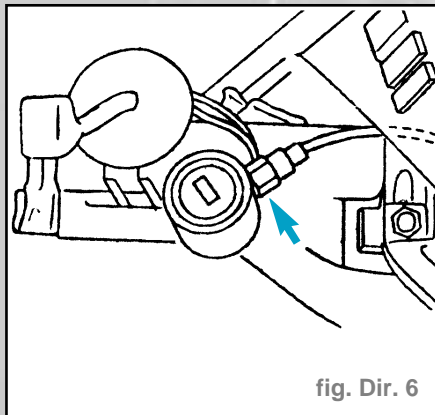

fig. Dir. 6
**Remarque pour la repose :** Veiller à ce que la bague épaulée (1) soit bien positionnée par rapport au jonc d'arrêt (2).
- Déconnecter le câble de commande interlock (si existant) au niveau de l'antivol de direction (fig. Dir. 6).
- Déposer le câble Bowden de la fonction interlock (si existant) (fig. Dir. 6).